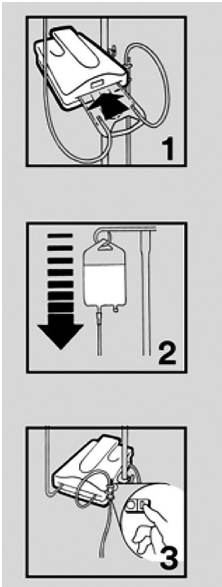

Figure 4
- 2. Insérez la cassette d'irrigation dans la fente de l'unité de réchauffement. La cassette ne peut entrer dans le dispositif que dans un sens (voir la Figure 4, n° 1).
- 3. Amorcez le set de réchauffement. Vous trouverez des informations sur l'amorçage du set dans les instructions fournies avec les sets de réchauffement (voir la Figure 4, n° 2).
- 4. Branchez le cordon d'alimentation dans une prise électrique appropriée. Mettez l'unité en marche (voir la Figure 4, n° 3). L'écran alphanumérique s'allume après quelques secondes. Il faut moins de 2 minutes pour atteindre le point de consigne de température de 41 °C.